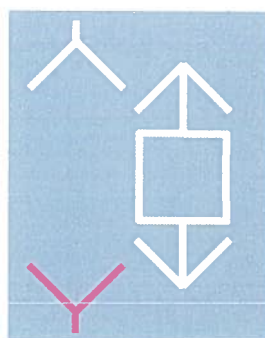

Fig. 7.43
- Lipsă tensiune pe unul din poli și stare „necunoscută” pe celălalt pol (fig. 7.43);